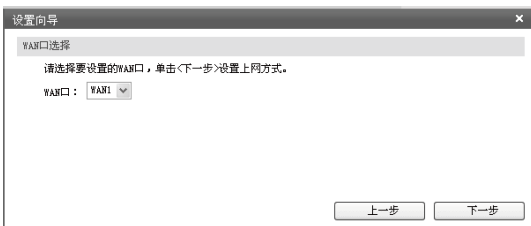

图4-5 WAN口选择
5. 请选择要设置的WAN口，如图4-5所示（单WAN口高速宽带路由器没有此界面），单击“下一步”，进入上网方式选择界面。